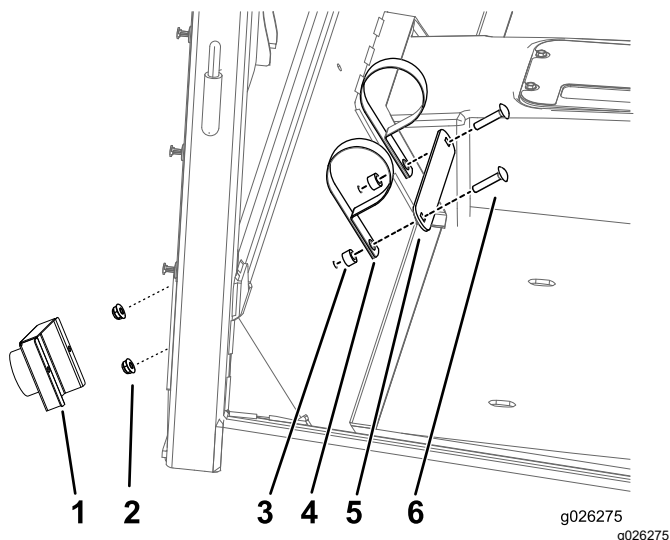

Figura 47
1. Instale o tubo do *Manual do utilizador* (Figura 47).